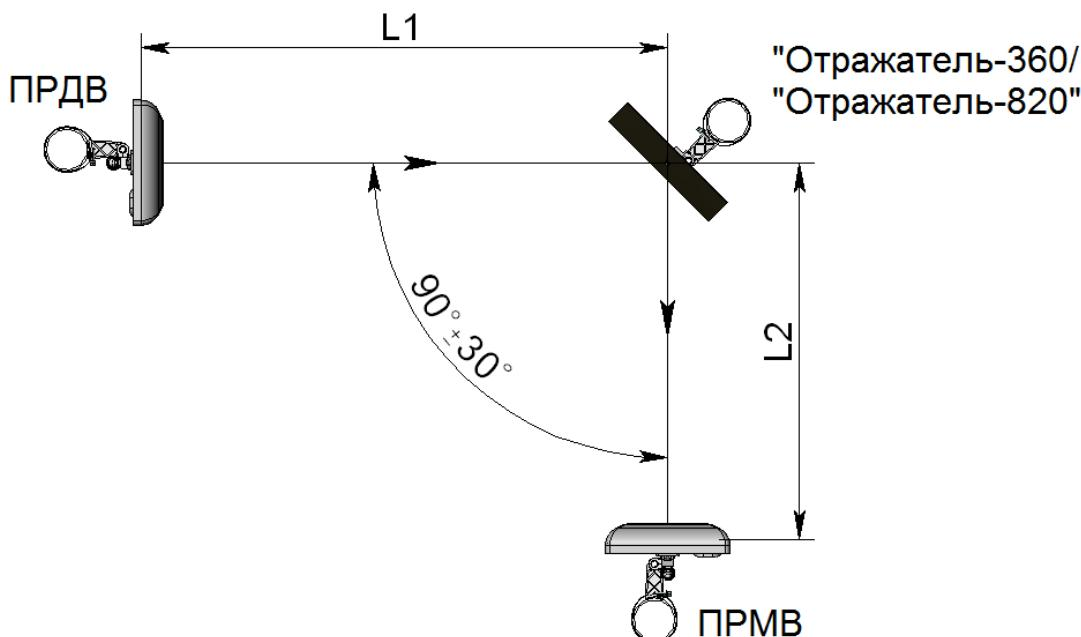

Рисунок 14.1
14.2 При работе с «Отражателем-360» суммарная длина зоны обнаружения  $L_1+L_2$  (где  $L_1$  – расстояние между ПРДВ и отражателем,  $L_2$  – расстояние между отражателем и ПРМВ, см. рисунок 14.1) не должна превышать: